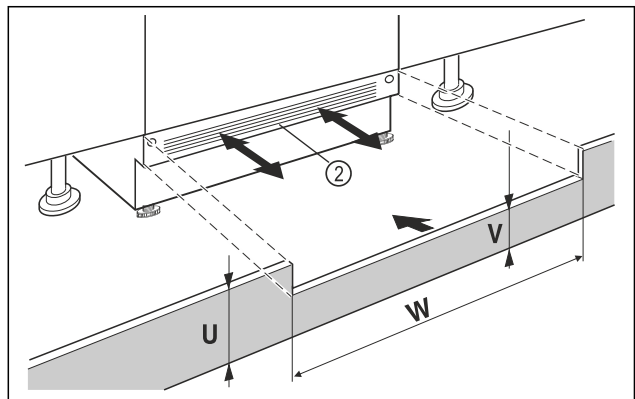

Fig. 14 Immagine a titolo di esempio
- Applicare lo zoccolo dell'apparecchio Fig. 14 (2) ma non fissarlo ancora.
- Se lo zoccolo è visibile Fig. 14 (2), tirarlo in avanti in modo tale che il bordo anteriore della griglia di ventilazione e lo zoccolo del mobile siano a filo.
- Se lo zoccolo è nascosto Fig. 14 (2) spingerlo completamente indietro.
- Verificare che le fessure di ventilazione siano completamente libere: Se necessario, tagliare lo zoccolo del mobile Fig. 14 (U)!
- Adattare, per la larghezza dell'area di incasso Fig. 14 (W), l'altezza del listello Fig. 14 (V) sotto lo zoccolo dell'apparecchio Fig. 14 (2).